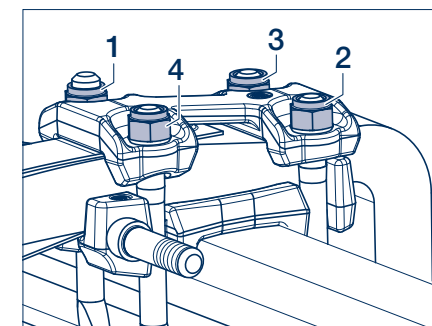

Рисунок 35
- [32] Затянуть стопорные гайки (1057, размер 32) (1330, размер 36) крест-накрест с помощью динамометрического ключа в последовательности 1-2-3-4 (см. рисунок 35).